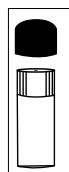

figura 3A
2. Retire la tapa de vinilo del envase pequeño (Vial) para exponer el agujero de fuga pequeña, como se muestra en la Figura 3A a continuación. **NO DESENROSQUE LA TAPA NEGRA DE LA BOTELLA.**